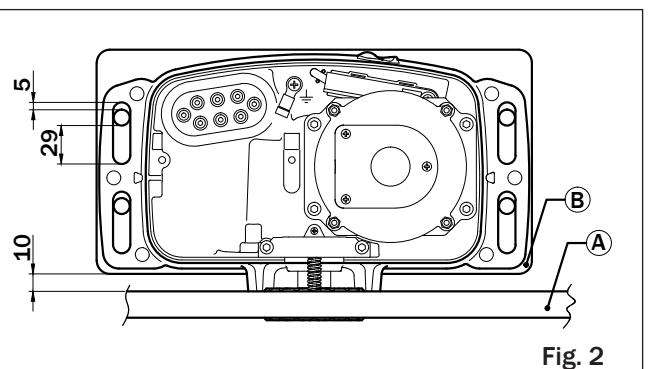

Fig. 2
- Posizionare il R30 sui 4 tiranti [B], come indicato in fig. 2. Se necessario, svitare i dadi della piastra di fondazione.
- Positionner le R30 sur les 4 tirants [B], comme indiqué dans la fig. 2. Si nécessaire, dévisser les écrous de la plaque de fondation.
- Fit the R30 on the 4 anchor bolt [B], as shown in fig. 2. If necessary, undo the nuts on the foundation plate.
- Coloque el R30 en los 4 tirantes [B], como se indica en la fig. 2. Si es necesario, desenrosque las tuercas de la placa de cimentación.